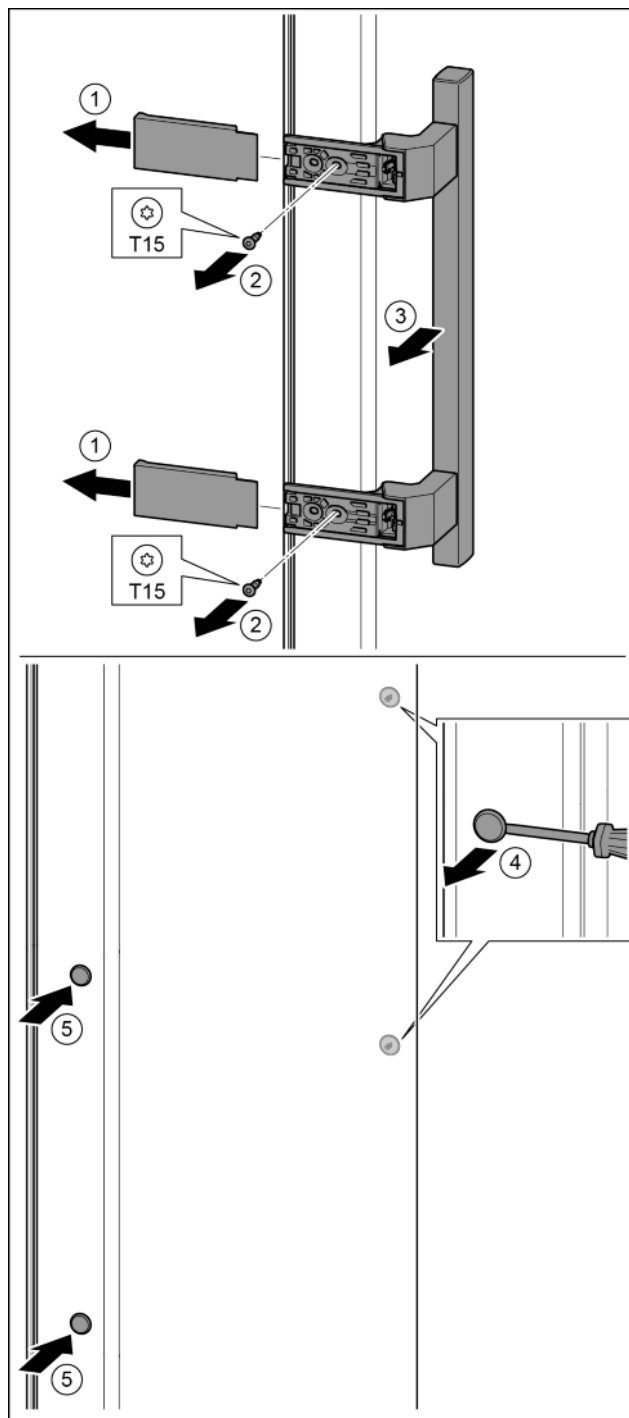

Fig. 17
- ▶ Skinite pokrov. Fig. 17 (1)
- ▶ Odvijačem T15 odvijte vijke. Fig. 17 (2)
- ▶ Skinite ručicu. Fig. 17 (3)
- ▶ Odvijačem oprezno podignite bočni čep i izvucite ga. Fig. 17 (4)
- ▶ Ponovo umetnite čep na drugoj strani. Fig. 17 (5)